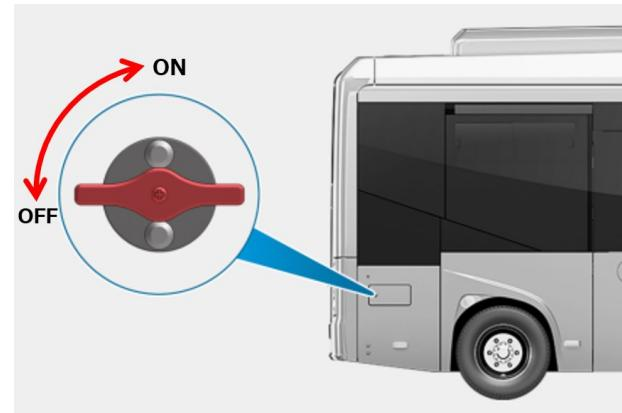

図 2-2 低圧電源スイッチ位置
- 車両をオフにし、低圧電源スイッチをオフにします。※図 2-2 参照